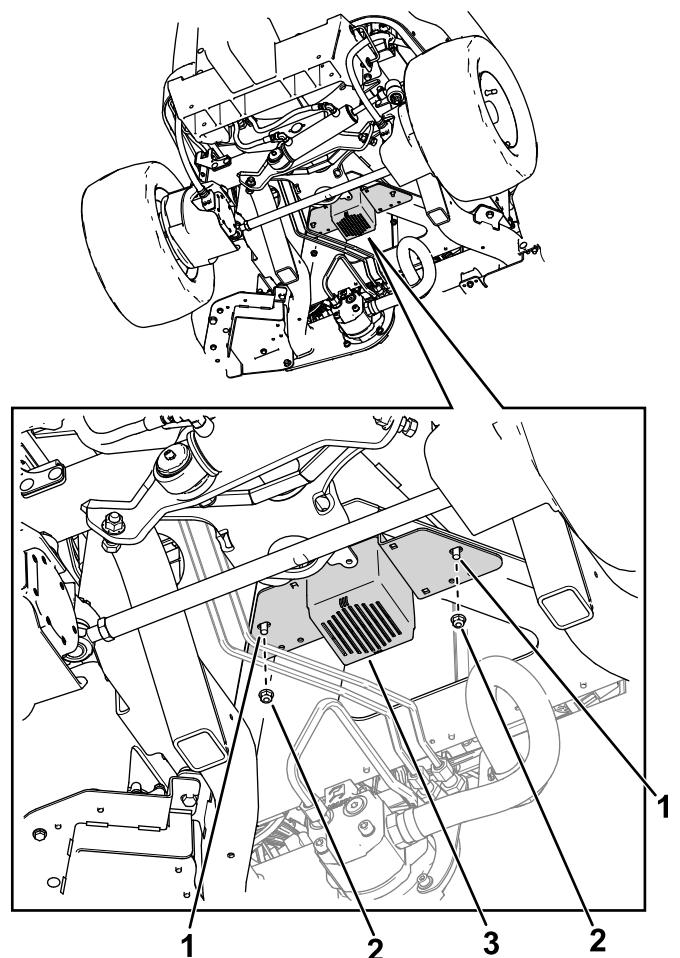

Figura 26
14. Utilize 2 parafusos de carroçaria (5/16 pol. x ¾ pol.) e 2 porcas de bloqueio (5/16 pol.) do suporte do capot para prender o suporte de montagem da buzina à estrutura da unidade de tração (Figura 26).